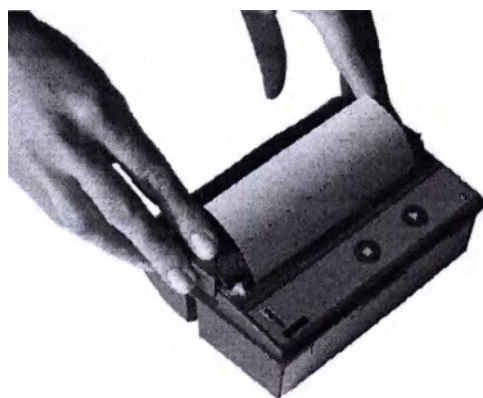

Рисунок 65 Закрытие крышки принтера
- Обеими руками прижать крышку принтера таким образом, чтобы она застакивала в замок корпуса, что сопровождается щелчком рисунок 65. Затем можете оторвать конец бумаги через режущую кромку – при этом крышка закрыта, рулончик бумаги не выпадет.